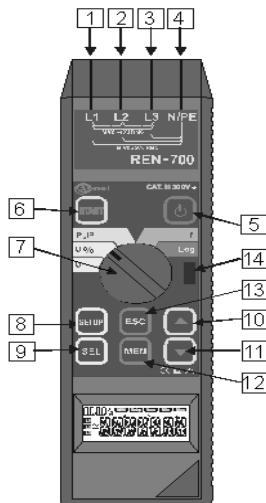

Рис. 1. Прибор REN-700
- размах изменения напряжения  $\delta U_t$  (критерий 1 либо 2 рис.1 ГОСТ 13109-97);